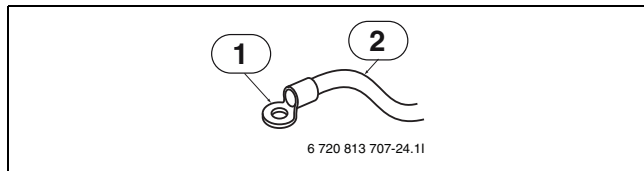

Fig. 27
- utilizzare graffette sagomate (→ fig. 27) per la connessione della terra alla scheda madre.